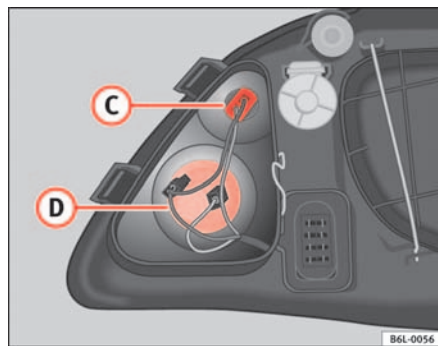

Fig. 147 Feu clignotant
- Tourner vers la gauche le porte-lampes et l'extraire de son logement ⇒ fig. 147 ④.